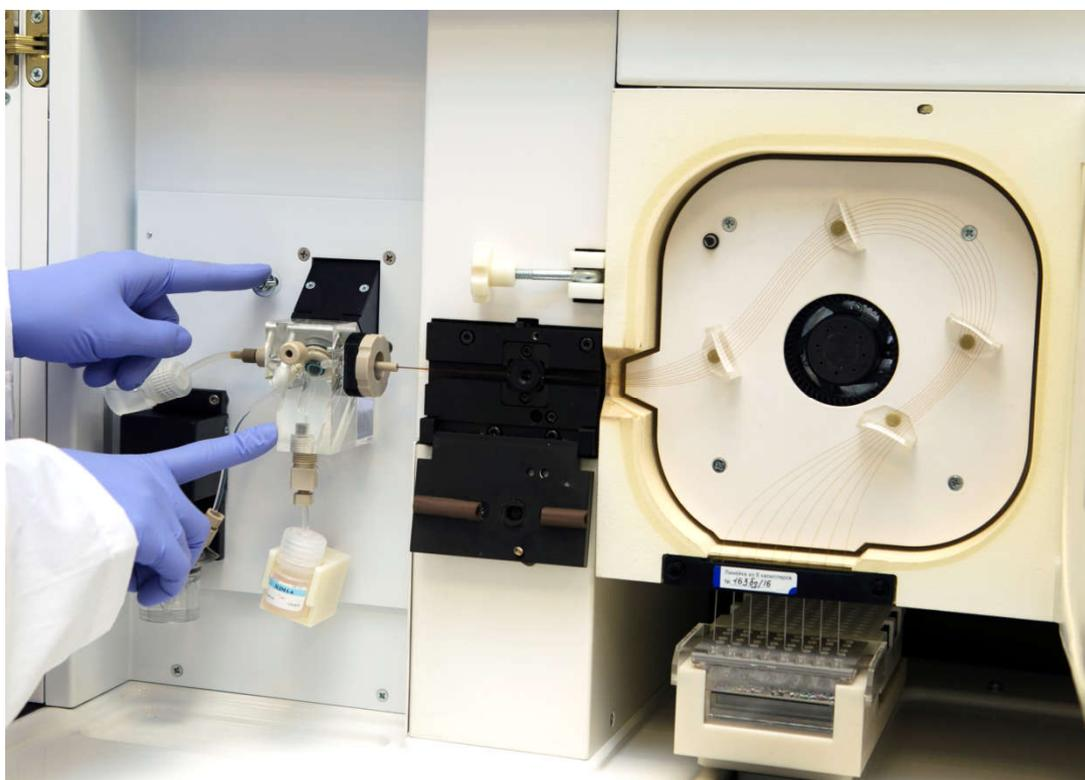

Рисунок 26. Фиксация панели блока заполнения капилляров
19. Прижать панель блока заполнения капилляров и закрутить винт по часовой стрелке, до упора (рис. 26).